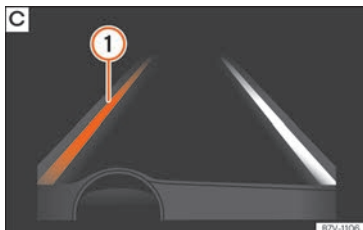

Fig. 261 Sur l'écran du combiné d'instruments : indication sur l'écran de l'assistant de maintien de voie (exemple 2).
- **fig. 261 C** : Le système est actif. La ligne en surbrillance ① indique qu'il existait un risque de dépasser involontairement la ligne de la voie et que l'assistant agit sur la direction pour corriger la trajectoire.